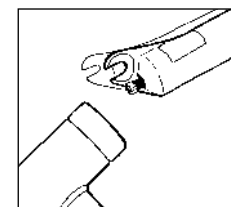

Fig. 5
5. Rimuovere il dado di fermo cartuccia da 8 mm sul lato tampone con una chiave a tubo da 8 mm. Allentare parzialmente i bulloni dello stelo con una chiave esagonale da 5 mm, picchiettare con decisione i bulloni con un mazzuolo liberando gli steli dal tubo inferiore (vedere Fig. 5) e togliere i bulloni completamente.